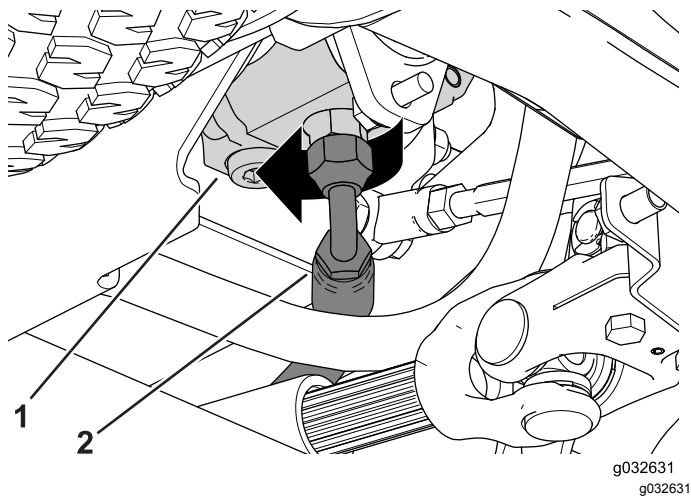

Figura 80
1. Desaperte a bomba de engrenagens, desaperte a união do tubo de alimentação e rode-o para a frente da máquina (Figura 80).